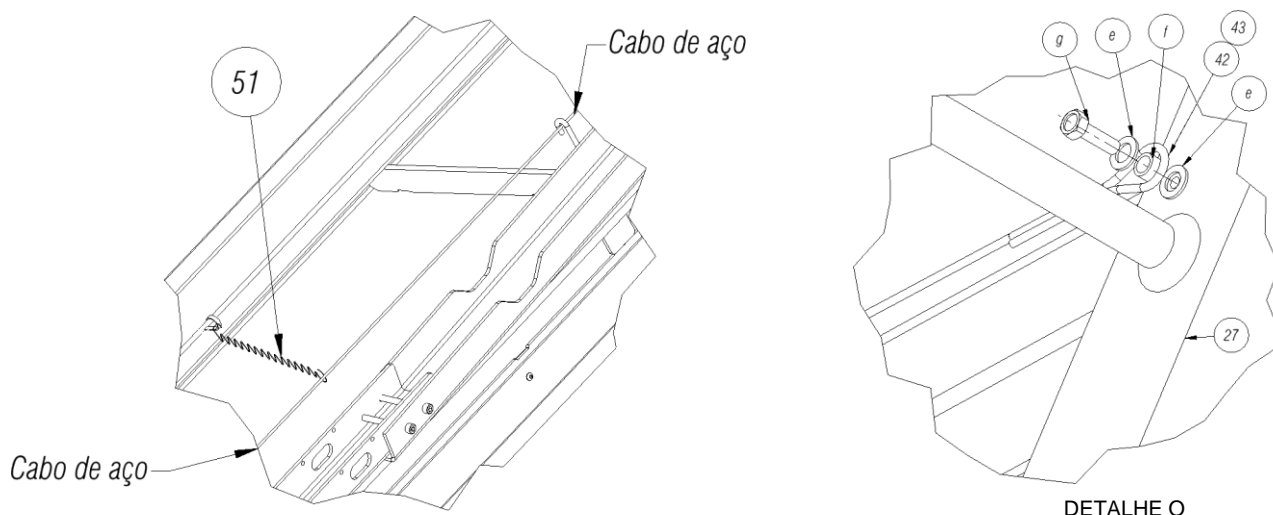

Figura 14
18) Passar cabo de aço (pos.42 ou 43) sobre os ganchos soldados na plataforma esquerda e conecte o no conjunto pé traseiro (pos.27) utilizando parafuso sextavado M6x20 (g), arruela lisa 8,8 (e), espaçador aço Ø6,5x7x10 (f) conforme mostrado no detalhe-O e conecte molas (pos.51) conforme mostrado na figura-14